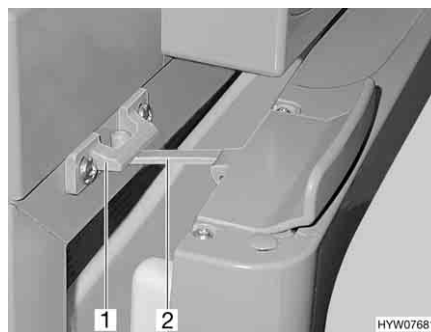

Bild 72 Kühlschranktür in Lüftungsstellung (Thetford)
■ Verriegelung (Bild 72,2) aufklappen und in der Verriegelungsaufnahme (Bild 72,1) einrasten. Die Kühlschranktür bleibt damit leicht geöffnet.